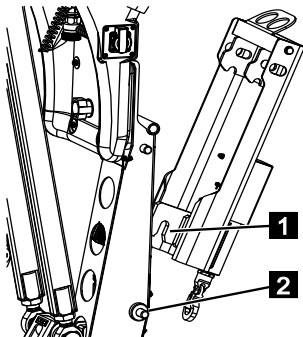

Fig. 107
2. Enfoncer la fixation du dispositif de levage (Fig.107/1) sur les goupilles (Fig.107/2).